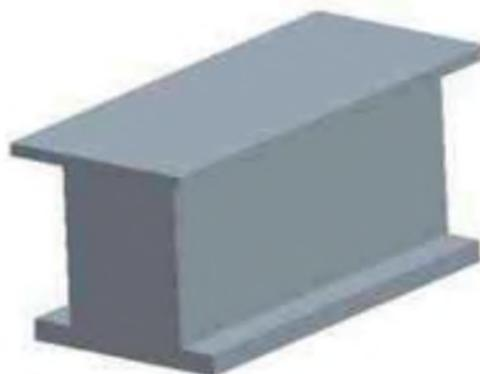

图 1-5
7) 在拉伸界面的“深度”对话框中输入拉伸长度为 12，单击按钮或鼠标中键完成顶板实体的绘制，如图 1-5 所示。